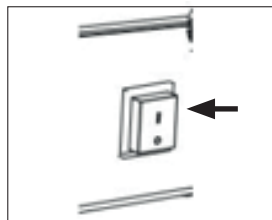

fig. 1
Pour assembler le chauffage, procéder comme suit (voir fig.1) :
- 2.1. Mettre l'interrupteur d'alimentation en position 1 (fig. 1) et vérifier que le ventilateur fonctionne correctement.